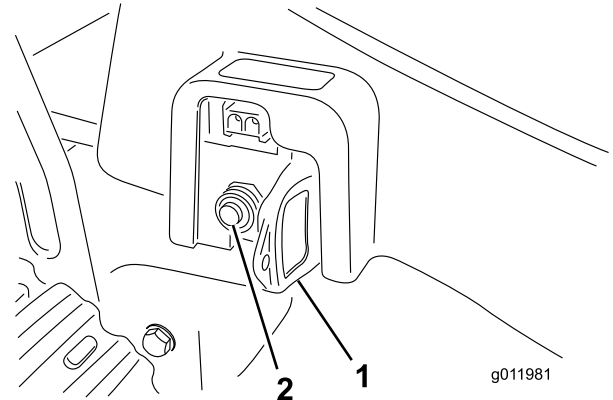

Figure 11
2. Patientez 30 secondes, puis appuyez sur le bouton du coupe-circuit (Figure 11).